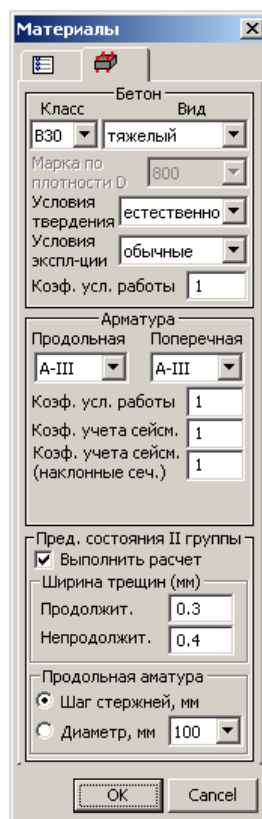

Рис.2.2.1. Окно диалога **Материалы**
- В открывшемся окне диалога на закладке **Материалы** (рис.2.2.1) проанализируйте данные: